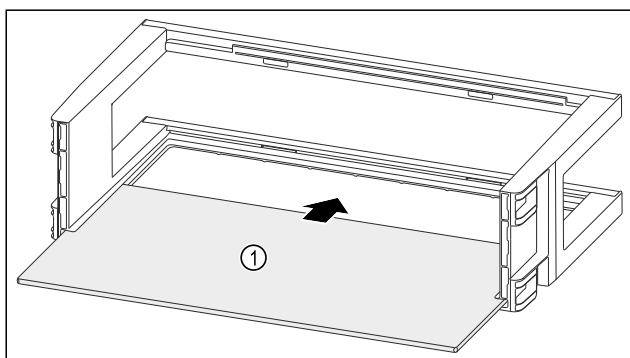

Fig. 134
- Umetnite policu Fig. 134 (1) u bočna udubljenja.